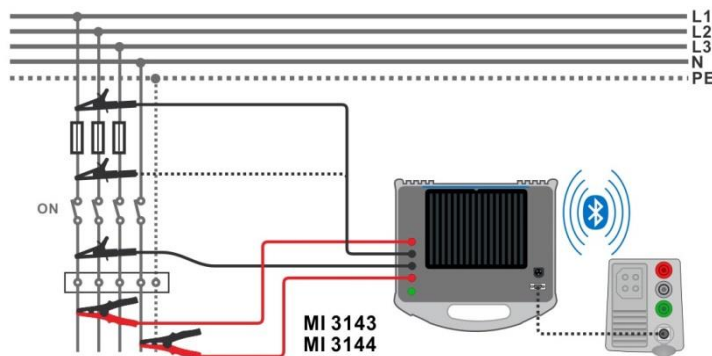

Abbildung 7.65: Hochstrom Widerstandsmessung
- › Schließen Sie die Prüflleitungen am Prüfling an. Siehe **Abbildung 7.65**.